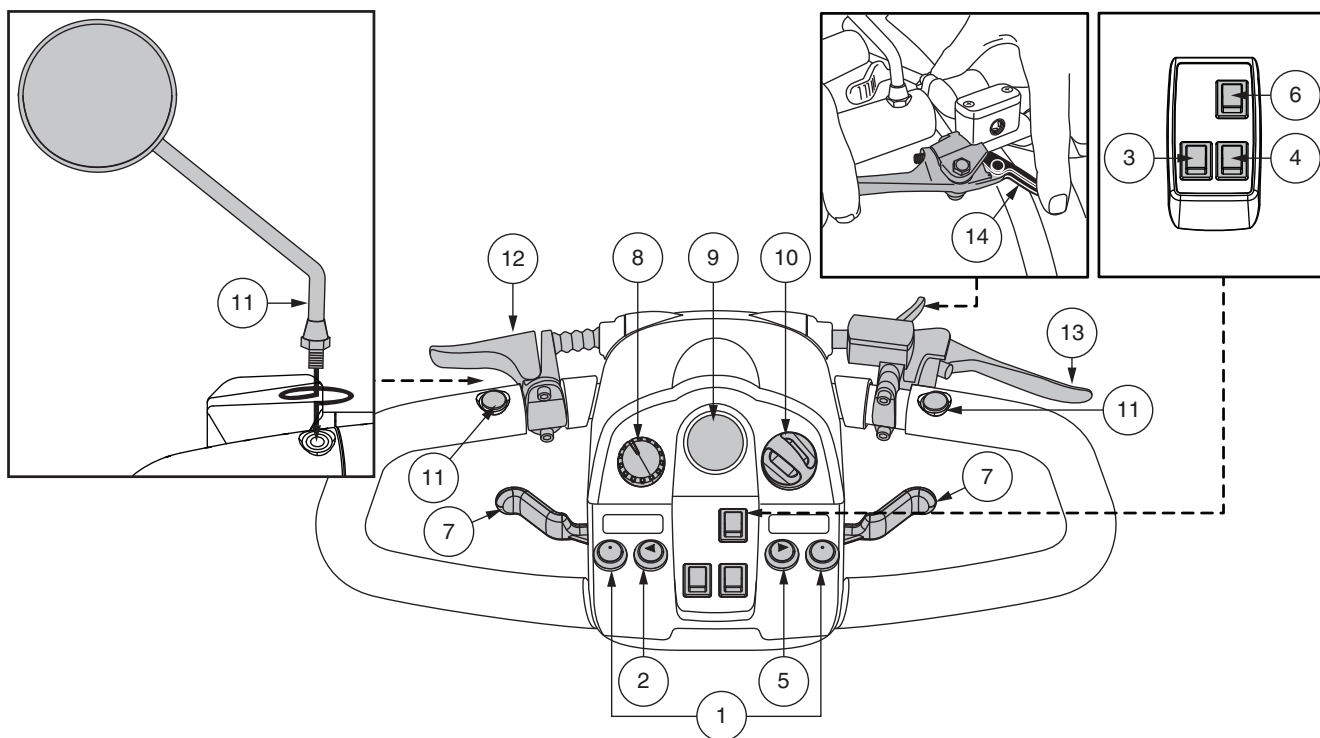

Figure 1. Tableau de bord A
Le tableau de la console regroupe toutes les commandes servant au fonctionnement de votre scooter, incluant le bouton de réglage de vitesse, la clé de contact, la jauge à batteries, klaxon, bouton des clignotants, commutateurs des accessoires et le levier d'accélérateur. S.V.P. prenez note que certaines caractéristiques sont facultatives et peuvent ne pas se retrouver sur votre scooter. **Voir la figure 1.**
Votre scooter est équipé d'un levier de frein à main qui se trouve sur la barre franche. Voir la figure 1 et la figure 7. Ce levier vous offre une puissance de freinage supplémentaire. Le frein à main est manuel et fonctionne indépendamment du système de freinage régénératif de votre scooter qui est engagé pendant le fonctionnement du scooter en relâchant le levier de commande des gaz.
**NOTE:** Si votre frein à main est équipé d'une fonction de verrouillage comme illustré à la figure 1 ou à la figure 7, vous pouvez activer la fonction de verrouillage du frein en serrant le levier du frein à main et en tournant ou en poussant le levier de verrouillage pour engager le verrouillage. Pour déverrouiller le frein à main, serrez complètement le levier de frein à main. Voir figure 1 ou figure 7.